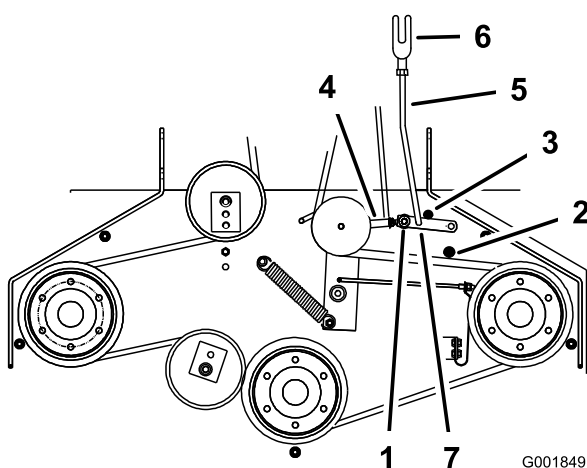

Figure 43
5. Vérifiez que le bras d'assistance est en appui contre la butée arrière sur le tablier (Figure 43).
7. Le bras d'assistance doit toucher la butée avant sur le plancher. Dans le cas contraire, réglez le levier coudé pour le rapprocher du renfort (Figure 43).
8. Pour ajuster la bielle du bras d'assistance, enlevez la goupille fendue du bras d'assistance (Figure 43).
11. Installez la bielle dans le bras d'assistance et fixez-la avec la goupille fendue (Figure 43).